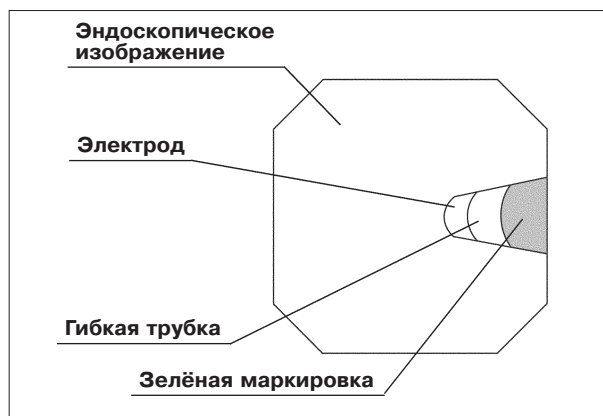

Рис. 4.4
- Внимательно следите за тем, чтобы область электродов электрохирургического инструмента всегда находилась на достаточном расстоянии от дистального конца эндоскопа. Обеспечивайте постоянную видимость в эндоскопическом поле зрения зелёной маркировки на дистальном конце электрохирургического инструмента (см. рис. 4.4). Если электрод электрохирургического инструмента во время процедуры располагается слишком близко к дистальному концу эндоскопа, это может привести к повреждению эндоскопа и/или вспомогательного оборудования. Использование повреждённого эндоскопа может привести к травме пациента.